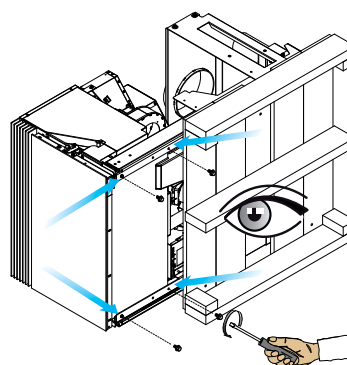

fig. 6.1.5
- 5) Svitare le quattro viti che fissano le guide sulla parete inferiore dell'inserto (fig. 6.1.5).